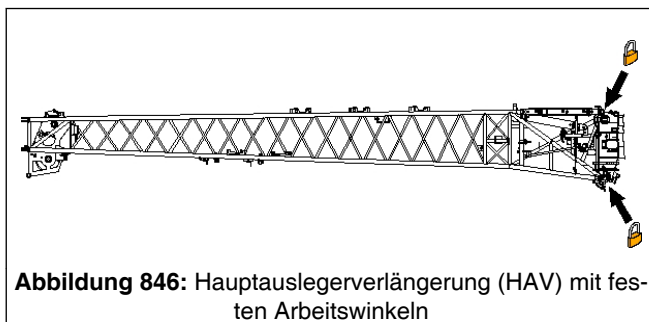

Abbildung 846: Hauptauslegerverlängerung (HAV) mit festen Arbeitswinkeln
3. Grundausleger der Hauptauslegerverlängerung am Hauptauslegerkopf in 0°-Position anbauen (siehe  Abb. 846, Seite 881). Siehe  19.6.3.2.3 *Grundausleger der Hauptauslegerverlängerung am Hauptauslegerkopf in 0°-Position anbauen*, Seite 886).